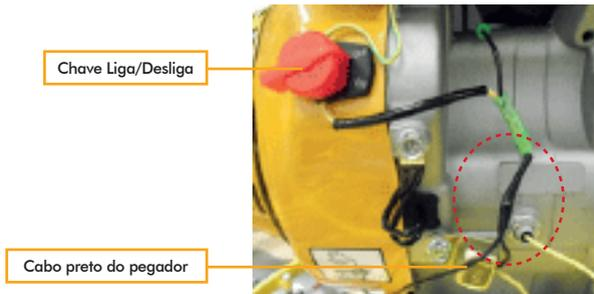

Fig. 20
5.11. Ligar o cabo preto do pegador, em paralelo no cabo da chave liga/desliga, conforme Fig. 20: